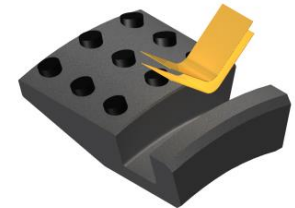

Fig. 5
**NOTE11**: Install two (2ea) springs per slip (Fig. 5).